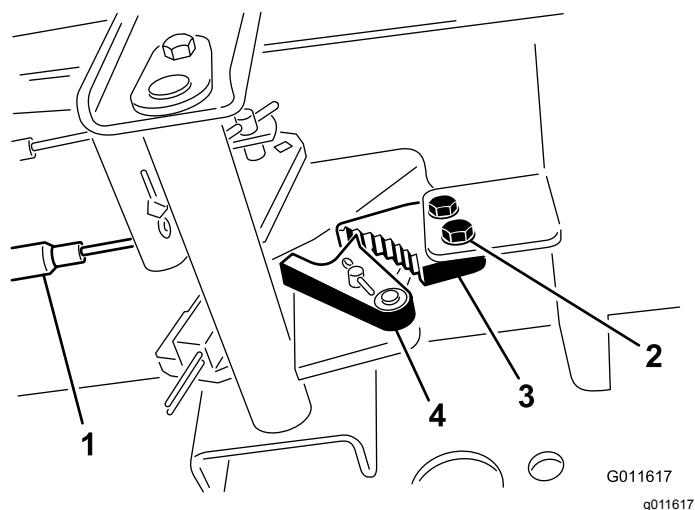

Figura 96
- Solte os 2 parafusos que prendem a lingueta do travão de estacionamento à estrutura (Figura 96).
- Carregue no pedal do travão para a frente até o detentor do estacionamento engatar completamente na lingueta do travão (Figura 96).